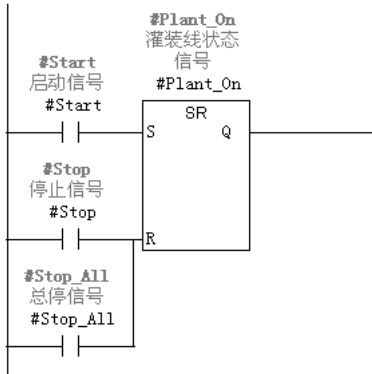

图 13-9 FC1 中的梯形图
3) 编写 FC1 的梯形图，如图 13-9 所示，其功能实际就是起停控制。